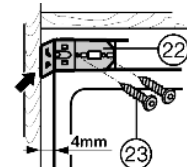

Fig. 11
- ▶ Befestigungswinkel Fig. 11 (22) mit Schrauben Fig. 11 (23) anschrauben.